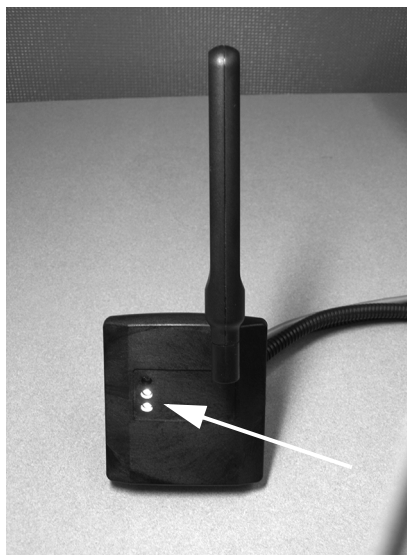

Figure 3-19. Voyants DEL de l'appareil Mobile Link
30. Vérifiez que le voyant DEL du milieu de l'appareil Mobile Link est allumé et que le voyant DEL du bas est allumé ou clignote. Voir la Figure 3-19.